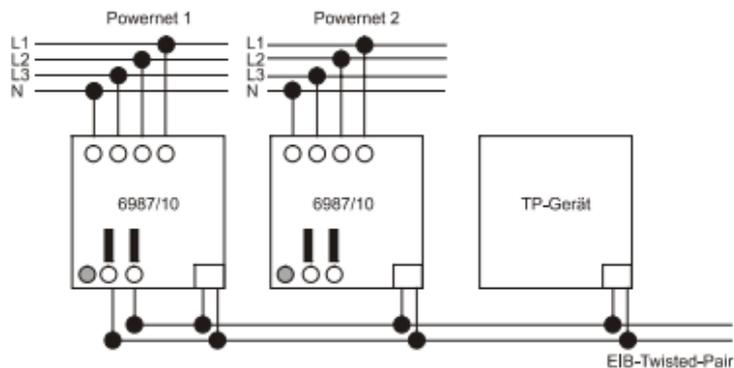

Fig. 3
2. Alimentation électrique du bus via une alimentation électrique interne : le coupleur système dispose d'une source d'alimentation interne qui fournit une tension de sortie restreinte de  $24\text{ V} \pm 5\text{ V c.c.}$ . Cette alimentation électrique permet d'alimenter jusqu'à 5 autres appareils (coupleur système ou appareil EIB TP) (par ex. pour le couplage de plusieurs zones Powernet). Pour permettre une alimentation propre du coupleur système, la tension de sortie doit être pontée sur la borne de connexion du bus (voir Fig. 3).